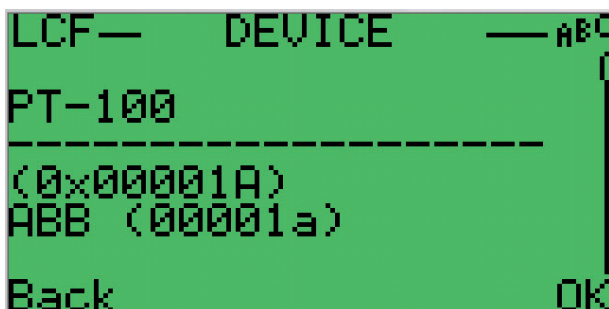

Figura 30: Mensagem de status do dispositivo
O status do dispositivo é sempre exibido no canto superior esquerdo do visor do DHH805-A (veja a figura 30).
- Na tela principal, depois da ativação do dispositivo (veja a figura 30 a seguir), selecione Settings > Device List. O DHH805-A sonda os endereços e retorna para a mesma tela da figura 29. Em seguida, continue conforme mencionado anteriormente.
Ao fazer isso, o DHH805-A inicia a sondagem do intervalo de endereço definido e lista todos os dispositivos conectados. Se um dispositivo for detectado, o usuário verá a mesma tela da figura 30.